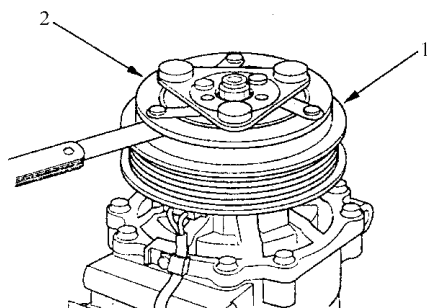

图 10-37 测量转子与电枢盘之间的间隙
3) 如图 10-37 所示，逐个测量转子带轮与电枢盘之间的间隙。如果间隙不在规定极限范围内，则拆除电枢盘，并根据需要增加或减少调整垫片，来加大或缩小间隙。间隙值应为： $0.5 \pm 0.15\text{mm}$ 。调整垫片有四种厚度可供选择： 0.1mm 、 0.2mm 、 0.4mm 和 0.5mm 。